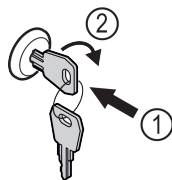

Fig. 68 Immagine a titolo di esempio
- Inserire la chiave Fig. 68 (1).
- Ruotare la chiave di 90° in senso orario Fig. 68 (2).